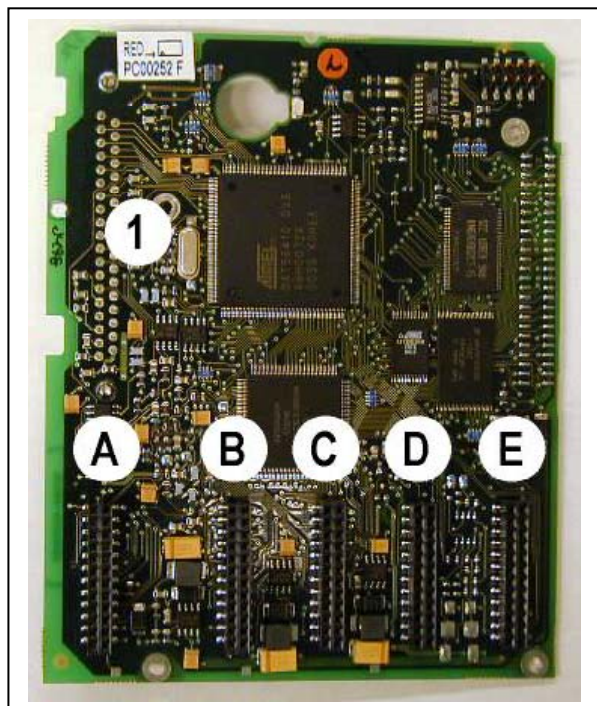

Рисунок 7-1. Плата управления NX
Блок управления преобразователя частоты состоит из платы управления и дополнительных плат, устанавливаемых в пять *параллельных слотов* (А—Е), расположенных на плате управления (см. рис. 7-1 и 7-2). Плата управления соединена с силовым блоком D-соединителем (1) или оптоволоконными кабелями.